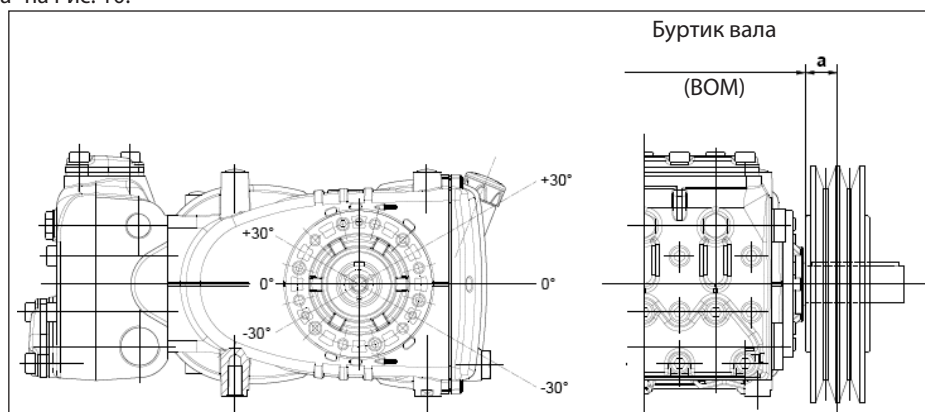

Рис. 10
Радиальная нагрузка на вал не должна превышать 7500 Н (значение, необходимое для определения компоновки). Передача считается соответствующей, если данная нагрузка прилагается на максимальном расстоянии **a=40 мм** от буртика вала (ВОМ), как указано на Рис. 10.
- б) Пользуйтесь ремнями с высоким КПД, например, **XPB** вместо **SPB**, поскольку в этом случае потребуется меньшее количество ремней при одинаковой передаваемой мощности, что в свою очередь сократит расстояние между результирующей силой и буртиком вала (BOM) "а" на Рис. 10.